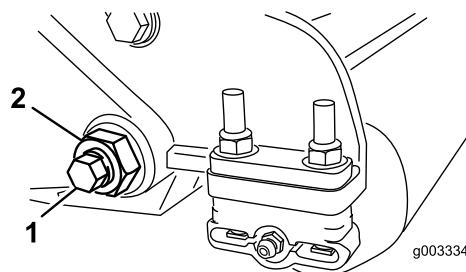

Рисунок 25
3. С каждой стороны машины ослабьте контргайку, крепящую болт планки неподвижного ножа (Рисунок 25).
4. Удалите болты планки неподвижного ножа, потяните планку неподвижного ножа вниз и отсоедините ее от машинного болта (Рисунок 25).